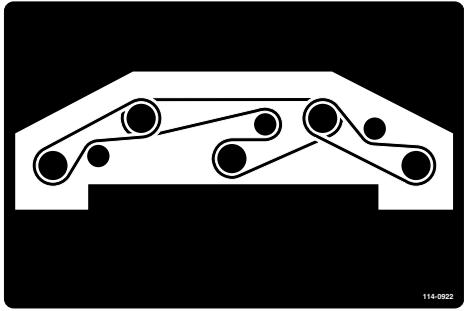

Bild 84
6. Verlegen Sie den neuen Riemen um die Spindelscheiben und die Spannscheiben, siehe Bild 84.